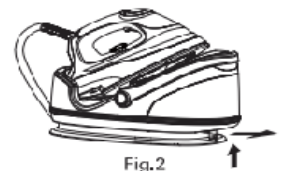

Fig.2
1. Tirare il blocco del serbatoio dell'acqua verso l'alto e far scorrere la parte rimovibile del serbatoio verso l'esterno rispetto alla piastra (Fig.2).